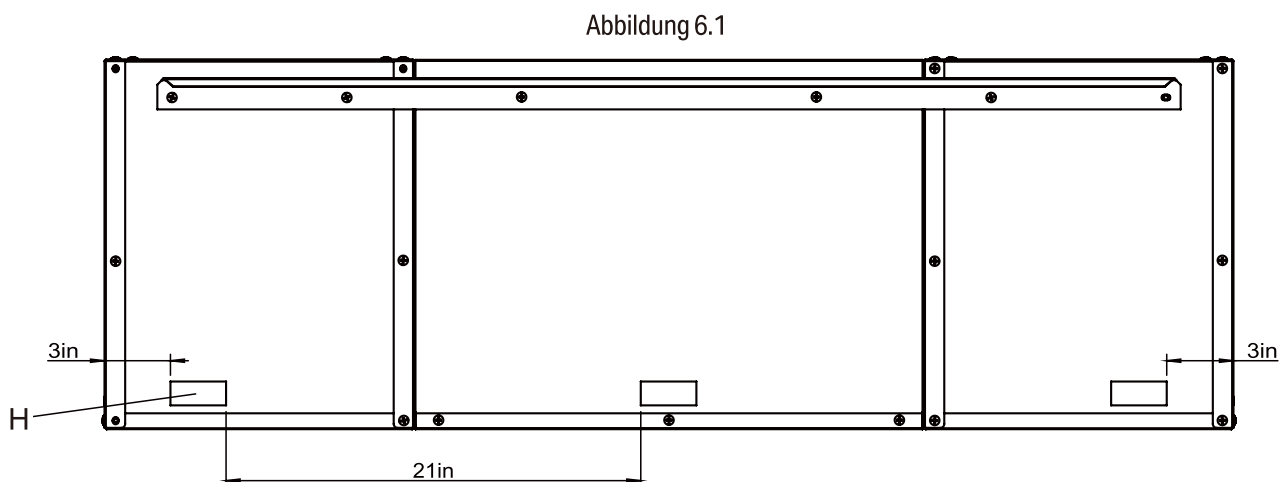

Abbildung 6.2
- Die Wandschränke in die Verbindungsstrebe (D) einhängen und sicherstellen, dass die Schrankhalterung (C) richtig auf der Verbindungsstrebe (D) sitzt. Siehe Abbildung 6.2